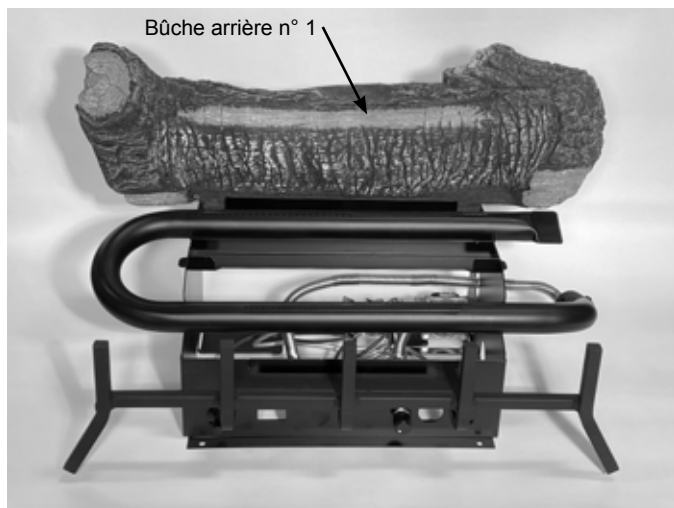

Figure 6.10 - Placer la bûche arrière
1. Placez la bûche arrière (n° 1) sur le support arrière. Figure 6.10